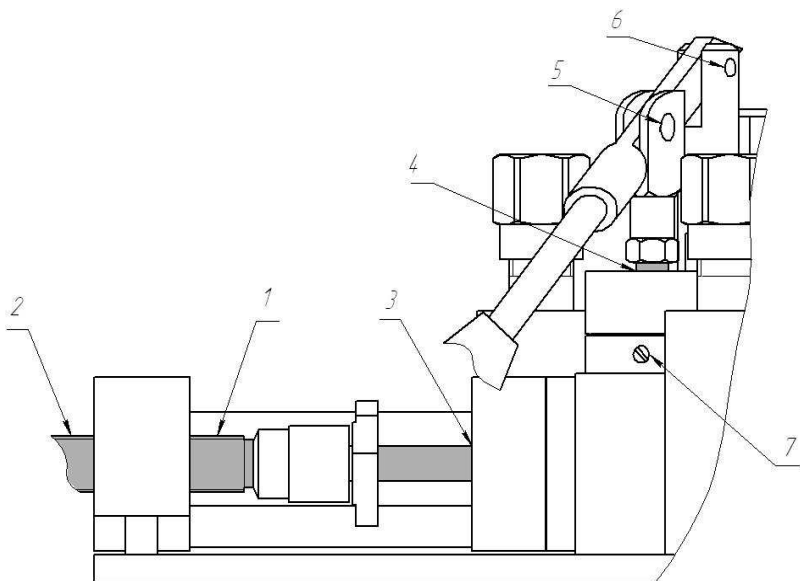

Рис. 4. Подготовка к работе
6.6 Открутите винт 7 (рис. 4) на $\frac{1}{2}$ оборота. Плавно качайте ручным насосом до тех пор пока из под резьбы винта 7 не перестанет выходить воздух. Закрутите винт 7 с небольшим усилием.
8.2 При ежедневном техническом обслуживании производят внешний осмотр, очищают от загрязнений и пыли сухой чистой ветошью. Проверяют наличие рабочей жидкости на поверхности штоков 3 и 4 (рис. 4), смазки на поверхности винта 1 и 2, на осях вращения 5, 6 (рис. 4). При её отсутствие или недостаточном количестве произвести смазывание поверхности винта 1 и 2, оси 5 и 6 консистентной смазкой ЛИТОЛ – 24 ГОСТ 21150-87, а поверхности штоков 3 и 4 рабочей жидкостью..